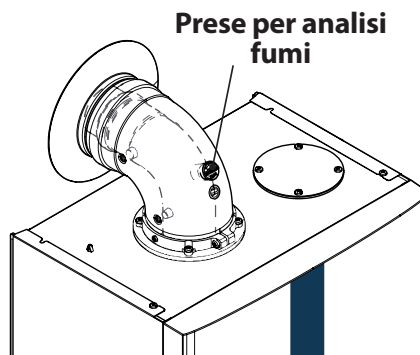

Figura 7.2
- Collegare un analizzatore fumi alle prese di analisi fumi poste sugli scarichi fumi della caldaia Figura 7.2.